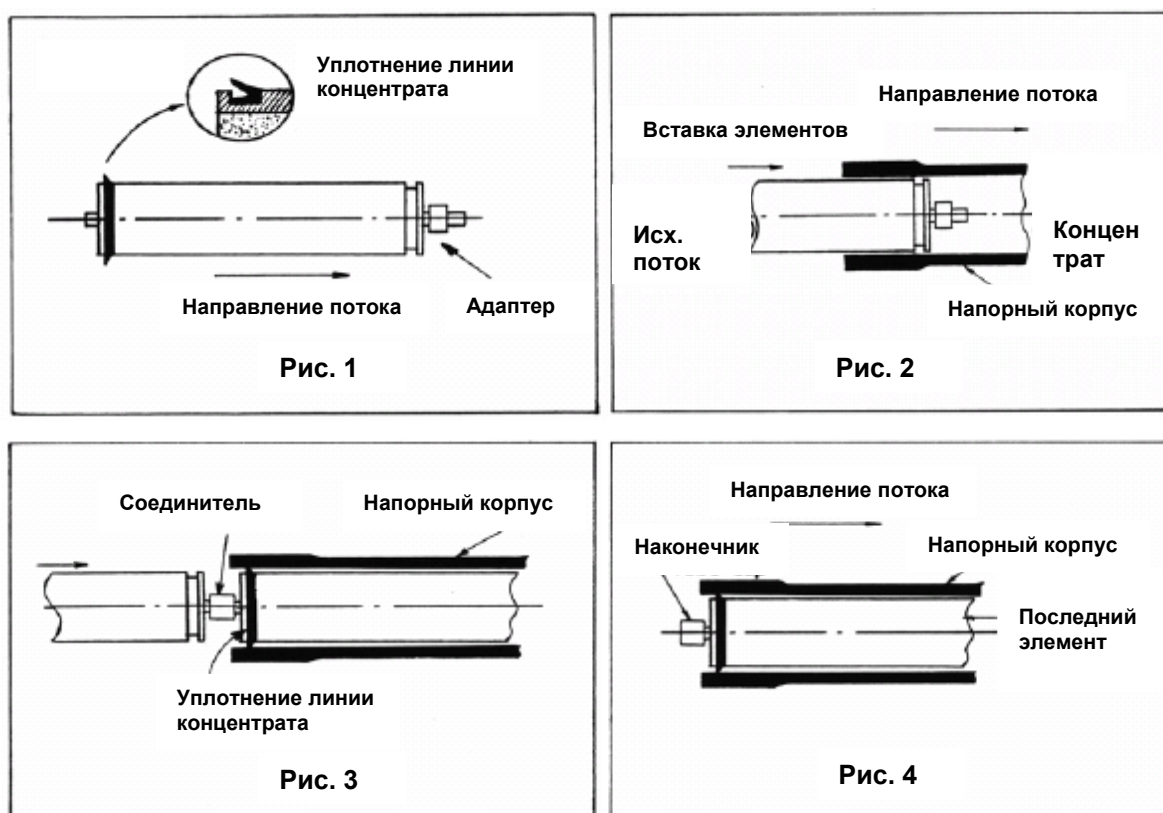

Рис. 620.1 – 620.4. Монтаж элементов.
3) Удалите торцевые пластины с обоих концов напорного корпуса, проверьте чистоту внутреннего объема напорного корпуса и в случае необходимости произведите механическую очистку (см. рис. 620.1 - 620.4).
2) Для смазки поверхности трубки элемента применяйте глицерин: внешней тип (SU-серия) и внутренней тип (TM-серия). Установку уплотнения линии концентрата производите согласно рис. 620.1. Внимательно монтируйте эти уплотнения.